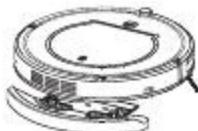

Рисунок 2
- 2> Емкость для воды необходимо прикрепить к нижней стороне устройства (см. рисунок 2). Два штырька на емкости для воды необходимо вставить в два отверстия на устройстве (см. рисунок 2). Емкость для воды должна плотно прилегать к устройству.